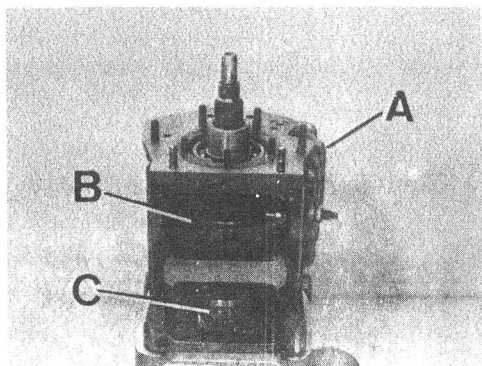

Fig. C1-102 Caja de velocidades
- 1.4. Desmontar el cárter, A (Fig. C1-102) de la caja de velocidades, desplazándolo - hacia arriba, teniendo la precaución de no descomponer el sincronizado de 1a y 2a velocidad ni el de 3a y 4a.